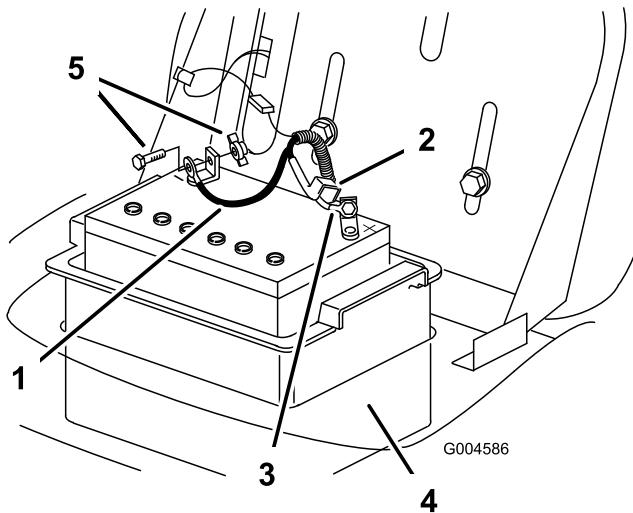

Figura 28
7. Desconecte el cable negativo de tierra (negro) del borne de la batería (Figura 28).
1. Coloque la batería en la caja de la batería e instálela en el chasis (Figura 28).
2. Usando el perno, las arandelas y la tuerca, conecte el cable positivo (rojo) al borne positivo Figura 28(+) de la batería.
4. Usando el perno y la tuerca de mariposa, conecte el cable negativo (negro) al borne negativo (-) de la batería (Figura 28).